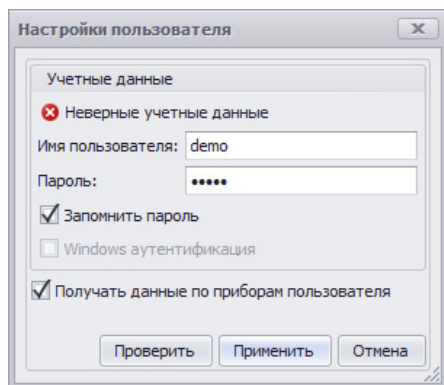

Рис.66. Неверные учетные данные.
- Если заданы неверные учетные данные пользователя для подключения к серверу, то появится сообщение «Неверные учетные данные» (**Рис.66**).